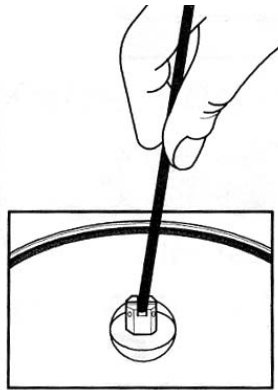

FIG.1
Si por alguna circunstancia, la chimenea (4) se obstruye y se produce un aumento de la presión en la olla, entra en funcionamiento esta válvula eyectable dejando salir el vapor. Si esto ocurriese, deberá retirar la olla de la fuente de calor, esperar a que la olla pierda presión para abrirla y proceder a la limpieza de la chimenea con abundante agua y jabón y una varilla (*FIG. 1*). Así mismo, deberá colocar la olla eyectable de silicona de nuevo en su posición, comprobando que ésta no ha sufrido ningún desperfecto. En caso contrario, deberá ser sustituida.